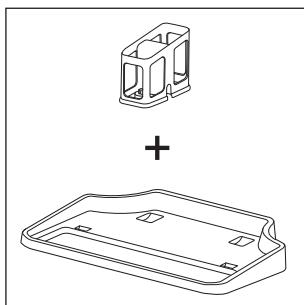
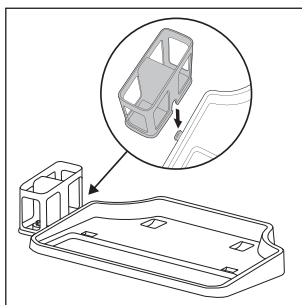

Fig. 4
Fig. 5
- ◆ La estación de soporte y limpieza se compone de una base ❶ y de un soporte para el rodillo de cepillos ❷ (consulte la fig. 4). Para montar la estación de soporte y limpieza, introduzca el soporte para el rodillo de cepillos ❷ lateralmente en el orificio de la base ❶. Desplace el soporte para el rodillo de cepillos ❷ hacia abajo hasta que encastre audiblemente en el orificio y quede fijado en la base ❶ (consulte la fig. 5).